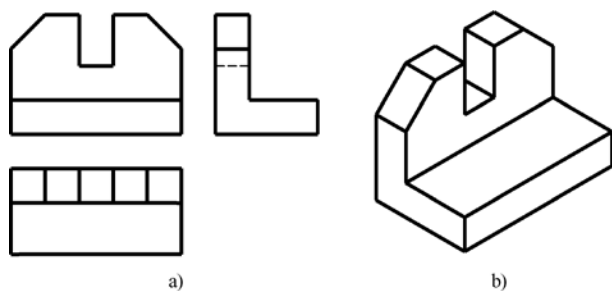

图 5-38 绘制正等测图
- 4) 根据物体的三视图，绘制其正等轴测图，如图 5-38 所示。